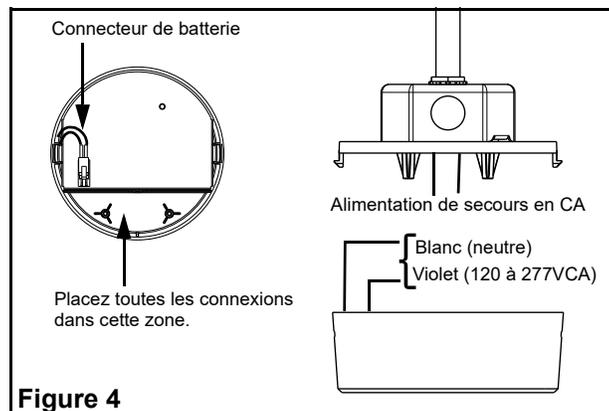

Figure 4
7. Le système accepte des tensions d'entrée de 120 à 277 VCA: Connecter le fil blanc au neutre et le fil violet à l'alimentation de secours en courant alternatif. (voir fig. 4)
8. Connecter le connecteur de la batterie au circuit imprimé PCBA. (voir fig. 4)
9. Positionner les connexions des câbles d'alimentation CA dans la zone désignée (voir figure 4) dans le boîtier et enclencher le boîtier sur la plaque arrière.